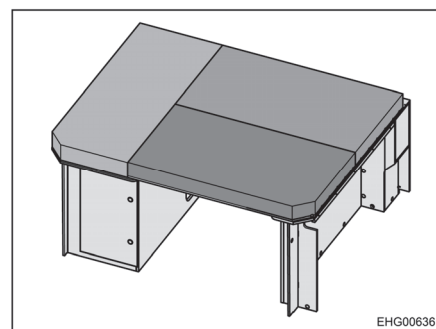

Fig. 40 Cama trasera (transformada para dormir)
- Distribuir los cojines en la superficie de descanso del modo mostrado en Fig. 40.